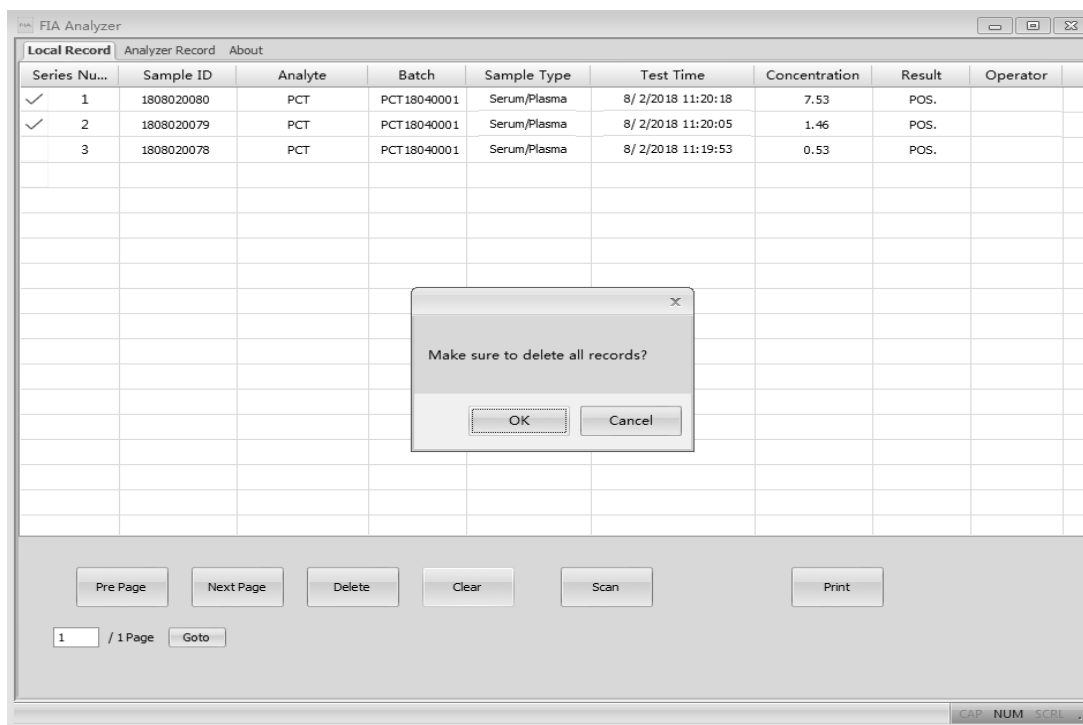

Fig 42
- **“Clear”:** Haga clic en “Clear” para borrar todos los registros del sistema. (Ref Fig 42). Puede obtener una indicación para confirmar la operación. Una vez que haga clic en “OK”, todos los datos se borrarán.